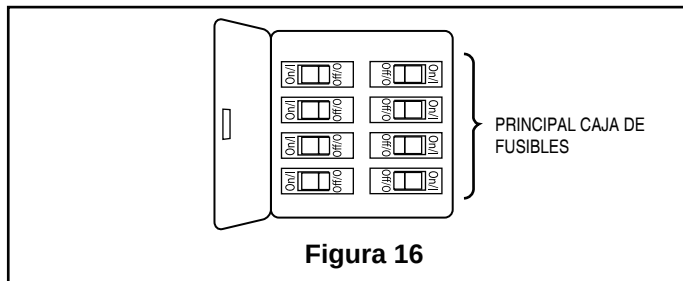

Figura 16
- ☐ 1. Vuelva a conectar la corriente eléctrica en la caja d distribución eléctrica mediante la conexión de la electricidad en la caja de fusibles principal. (Figura 16)